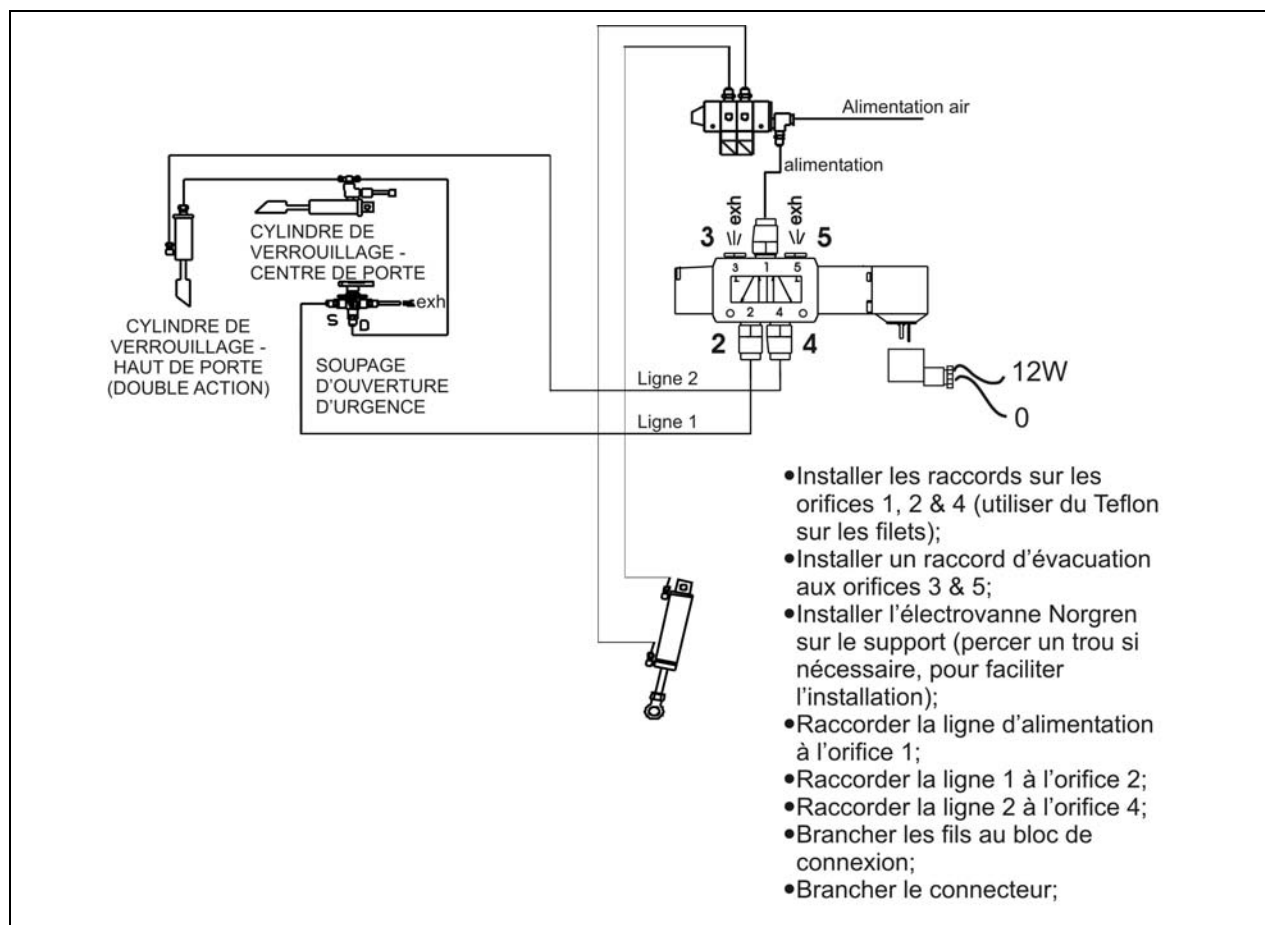
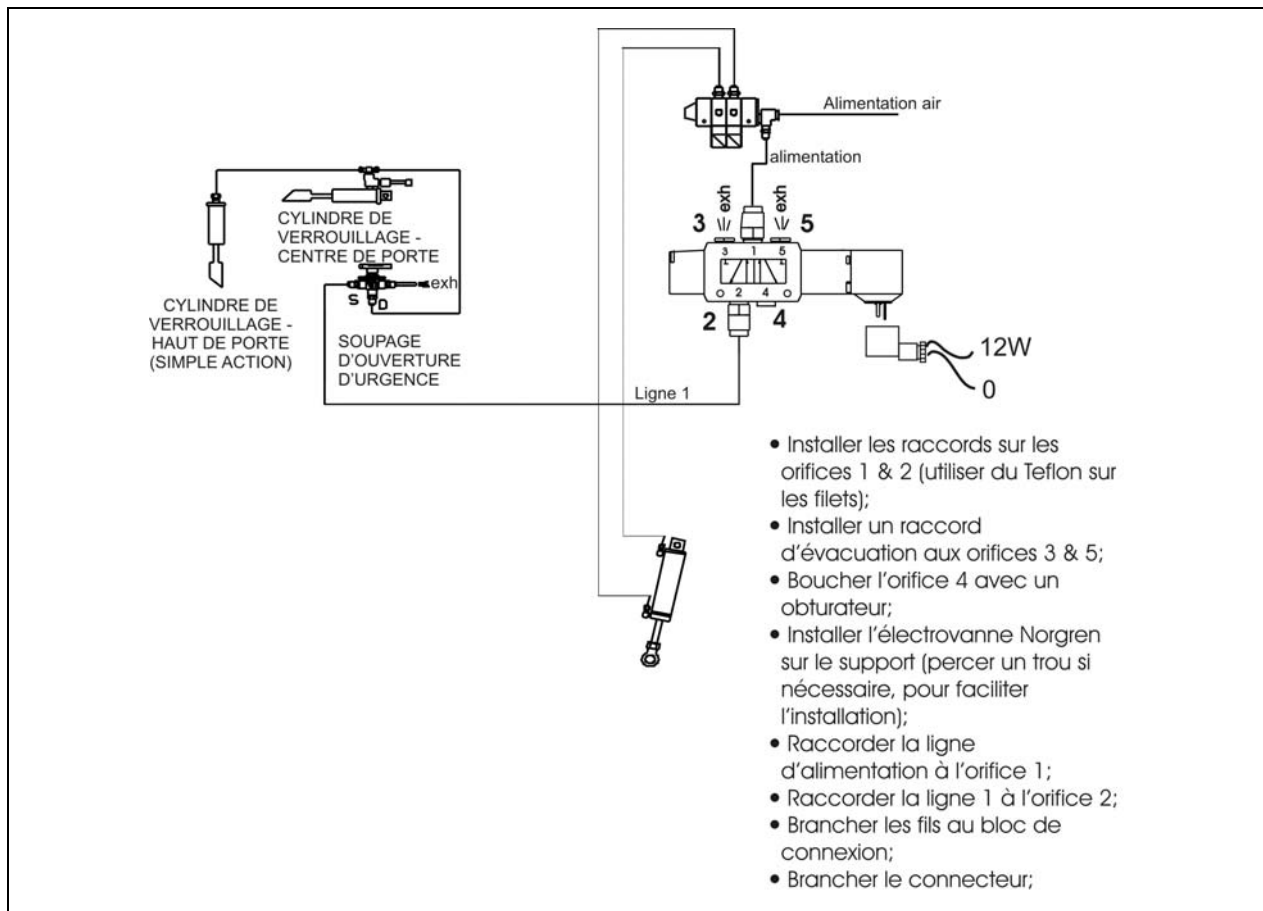

FIGURE 5: NOUVELLE INSTALLATION AVEC CYLINDRE DE VERROUILLAGE DU HAUT DE PORTE À DOUBLE ACTION
FIGURE 6: NOUVELLE INSTALLATION AVEC CYLINDRE DE VERROUILLAGE DU HAUT DE PORTE À SIMPLE ACTION
6. Installer l'électrovanne Norgren selon la figure 5 (cylindre double action) ou la figure 6 (cylindre simple action). Voir l'instruction qui suit pour le montage du connecteur.